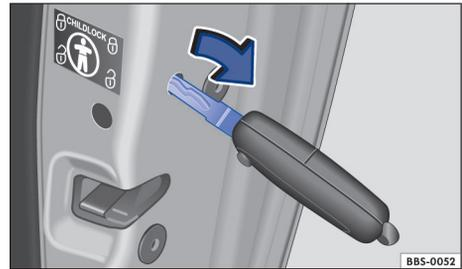

图 122 用钥匙头手动闭锁汽车
- 将钥匙头或机械钥匙垂直插入槽内，向车外方向旋转钥匙，闭锁车门锁 ⇒ 图 122。